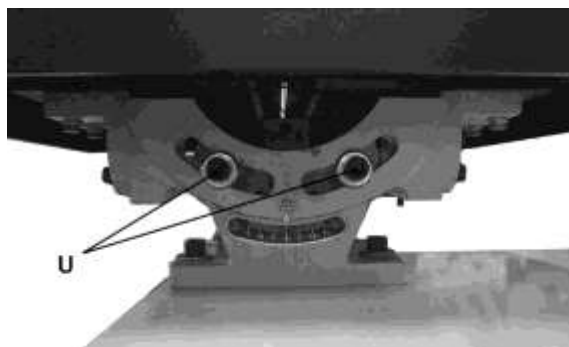
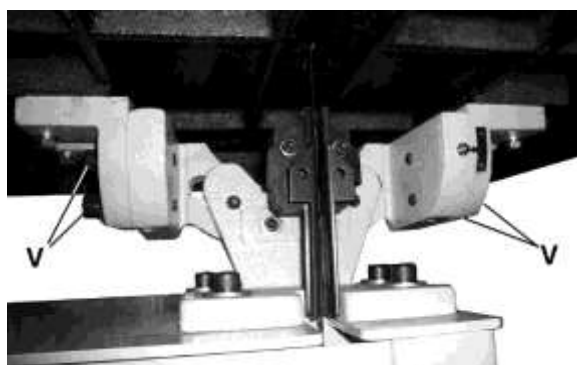

Рис. 6.
Рис. 7.
**Механизм наклона стола** – расположен под рабочим столом. Чтобы наклонить стол влево или вправо, ослабьте два винта с внутренним шестигранником (U, Рис. 6) в задней части механизма. Чтобы сместить стол вперед/назад для выравнивания, ослабьте четыре винта (V, Рис. 7) с любой стороны механизма.